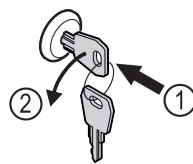

Fig. 177
- ▶ Iespiediet atslēgu. Fig. 177 (1)
- ▶ Grieziet atslēgu par 90° pretēji pulksteņrādītāja virzienam. Fig. 177 (2)